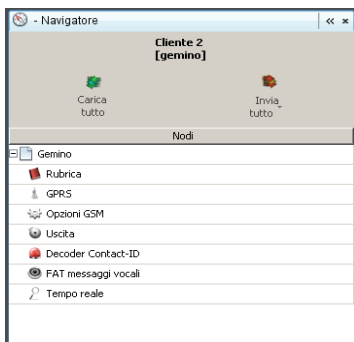

Figura 9. Navigatore.
Nel menù principale (1, fig.6) ci sono i pulsanti di lettura e caricamento della programmazione. Il pulsante "Invia/Carica" (3) invia/carica al dispositivo il solo elemento selezionato (es. un numero della rubrica) mentre in pulsante "Invia Pagina/Carica Pagina" (3) invia/carica al dispositivo tutta la pagina visualizzata (esempio la rubrica). Per inviare tutta la programmazione utilizzare il pulsante 'Invia Pagina') posto nella finestra 'Navigatore' (figura 9). Cliccando sui pulsanti di invio è possibile selezionare se inviare i dati al dispositivo o se creare il file da usare per il caricamento dei dati da chiave USB (vedi paragrafo 'Programmazione').